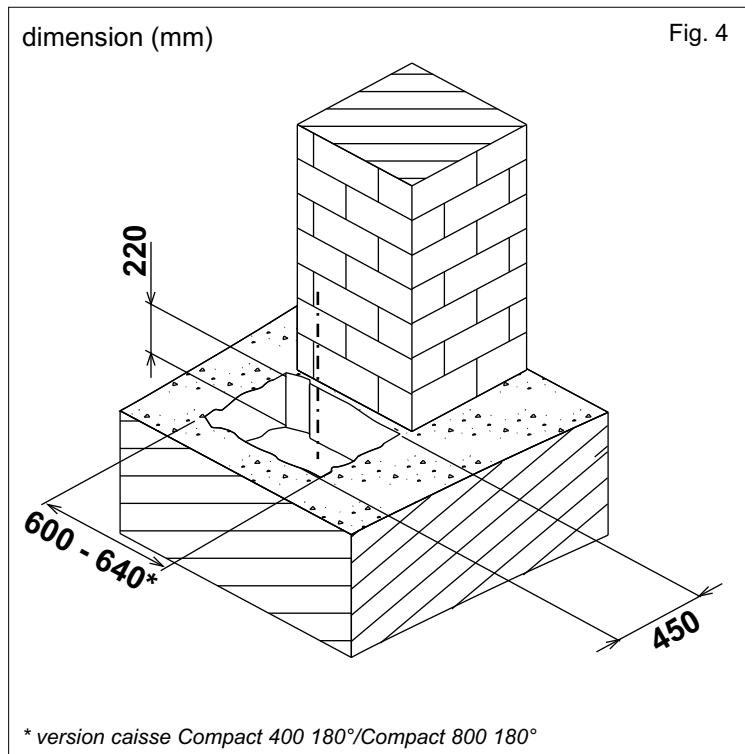

Fig. 4
**2.1.** La tranchée qui contiendra la caisse portante doit avoir les dimensions indicatives reportées dans Fig. 4.